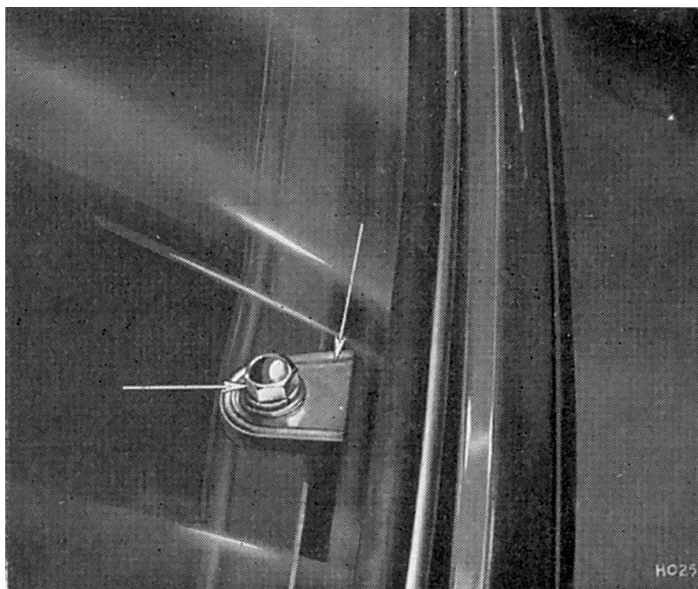

Fig. 51. Rear deck attachment
3. Retirer les boulons à tête bombée, rondelles et enjoliveurs retenant l'arrière du hard-top à la carrosserie (Fig. 51).